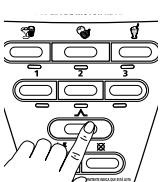

Fig. 26
1. Pressione e mantenha pressionado o botão para pulsar (Fig. 26).